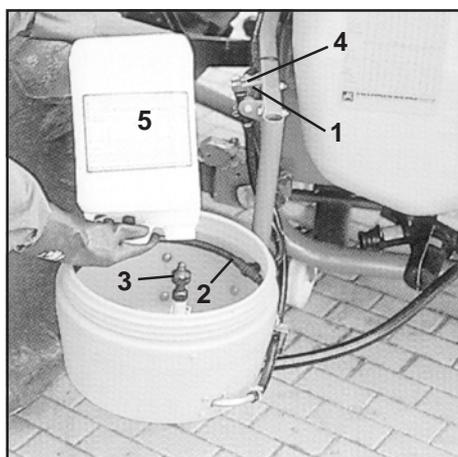

Рис. 12.12
- Открыть простой кран (рис. 12.12/1) для кольцевой трубки на группе кранов.
- Закрыть простой кран (рис. 12.12/1) для кольцевой трубки на группе кранов.
- Откачать содержимое закачивающего бачка. Еще раз ополоснуть бак с помощью кольцевой трубки (рис. 12.12/2) или канистрового распылителя (рис. 12.12/3) (при закрытом отверстии бака).
- Открыть простой кран (рис. 12.12/4) группы кранов для канистрового распылителя.
- Канистру или (рис. 12.12/5) или другую емкость насадить на канистровый распылитель, нажать ее вниз и удерживать в таком положении **не менее 30 секунд**. Споласкивание канистры происходит распылителем.